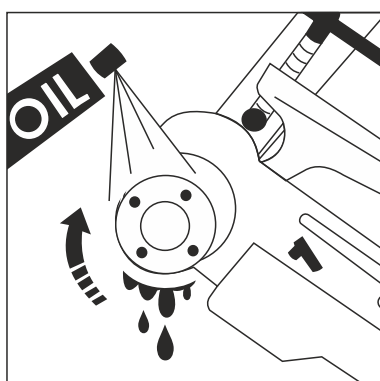

Рис. 4
5.4 При нарезании резьбы необходимо обильно смазывать зону резания смазочно-охлаждающей жидкостью(СОЖ), рис. 4 – это продлит срок службы резьбонарезных головок.